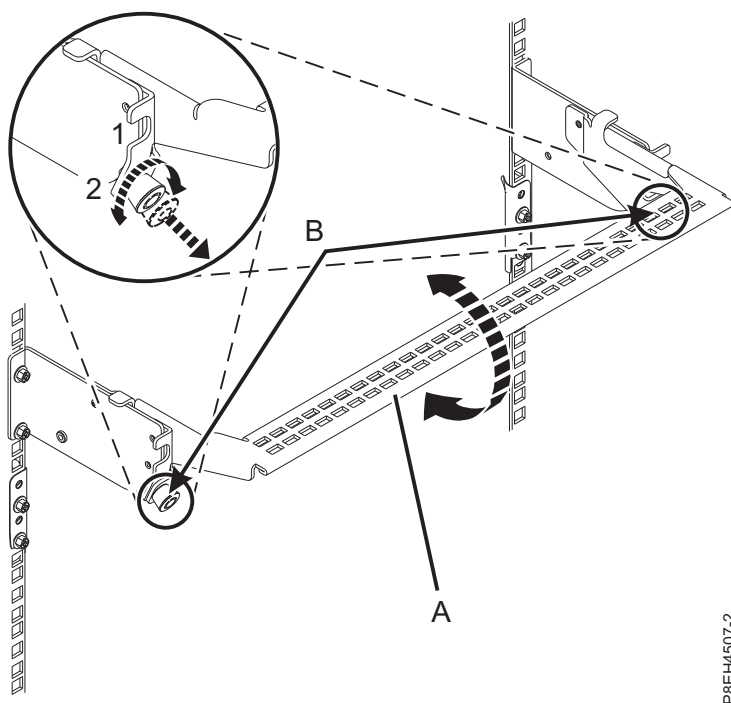

Figure 2. Placement du crochet de routage des câbles en position de maintenance
5. A l'arrière du tiroir d'extension PCIe3, placez le crochet de routage des câbles en position de maintenance. Voir figure 2, à la page 3.